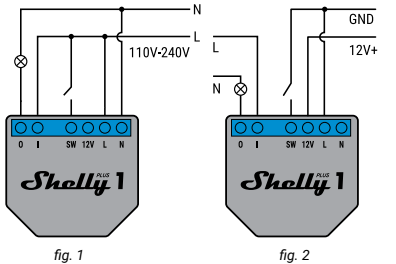
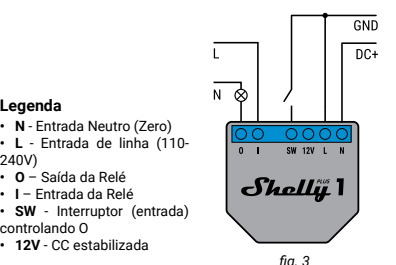
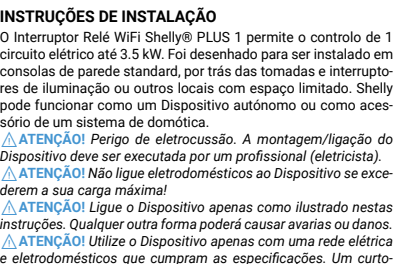

fig. 1
fig. 2
fig. 3
1.Ligação à rede elétrica com a fonte de alimentação 110-240V CA (**fig. 1**) ou ligação à rede elétrica com 24-240V CC (**fig.3**) ou fonte de alimentação 12V CC (**fig. 2**).
Antes de começar, verifique se os disjuntores estão desligados e se não existe qualquer voltagem nos seus terminais. Isto pode ser verificado com um medidor de tensão ou um multímetro. Quando tiver certeza de que não existe qualquer voltagem, pode então iniciar as ligações conforme a fig.1. Ligue ao "I" um cabo com o sinal que quer interromper. Conecte um cabo desde o "O" até à carga. Conecte um cabo desde o "L" até ao Fusível .